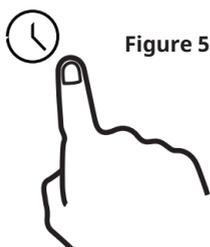

Figure 5
- Appuyez sur le bouton de la minuterie (voir figure 5) et utilisez les boutons haut et bas pour régler le temps du compte à rebours.